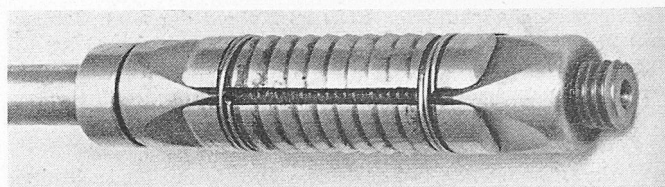

Bild 6. Felsankerschraube *Doco* mit Doppelkonusspreizhülse
*Doco-Felsankerschrauben* (Bild 6) mit der neuen Doppelkonusspreizhülse der *Piotta-Werke AG.*, mit normalen Ankerdurchmessern von 8 bis 20 mm mit Zugfestigkeiten von 2,5 bis 12,7 t.